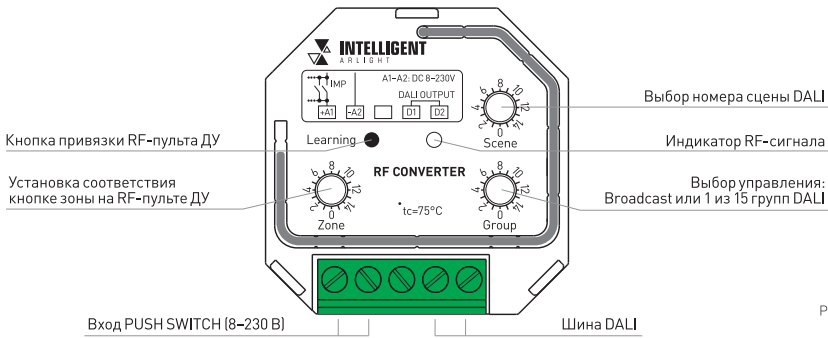

Рисунок 1. Органы управления и подключения конвертера.
- 3.2. Подключите провода шины DALI к клеммам D1 и D2 конвертера (см. рисунок 1). При необходимости подключите кнопочный выключатель с нормально разомкнутыми контактами к клеммам A1 и A2. Пример подключения конвертера в систему DALI показан на рисунке 2.